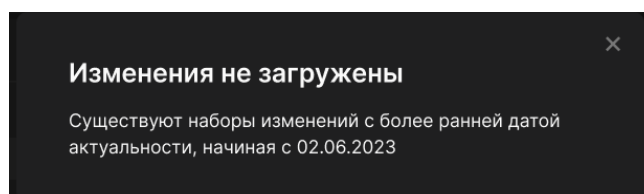

Рисунок 5.5 Информационное сообщение о наличии НИ в ТМ с более ранней датой актуальности
- если в тестовой модели существуют наборы изменений с датой актуальности более ранней, чем выбранный набор изменений для загрузки в РМ, то пользователь увидит информационное сообщение о невозможности загрузить НИ в РМ (Рисунок 5.5);